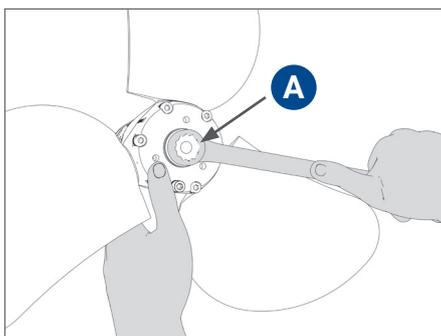

ABB. 4 Anziehen der Spannmutter
- Ziehen Sie die Spannmutter **A** (**Abb. 4**) mit einem angemessenen Anzugsmoment an (je nach Art der Mutter, wie in der TABELLE DER ANZUGSMOMENTE angegeben). Bewegen Sie beim Anziehen die Propellerblätter und ziehen Sie die Mutter schrittweise an, bis das angegebene Anzugsmoment erreicht ist.